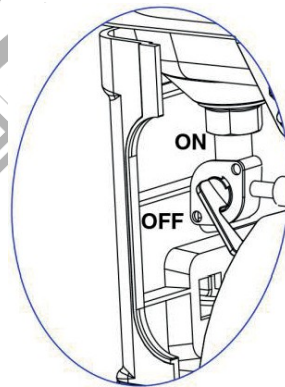

Fig. 5
**Leva della valvola del carburante (Fig. 5)**